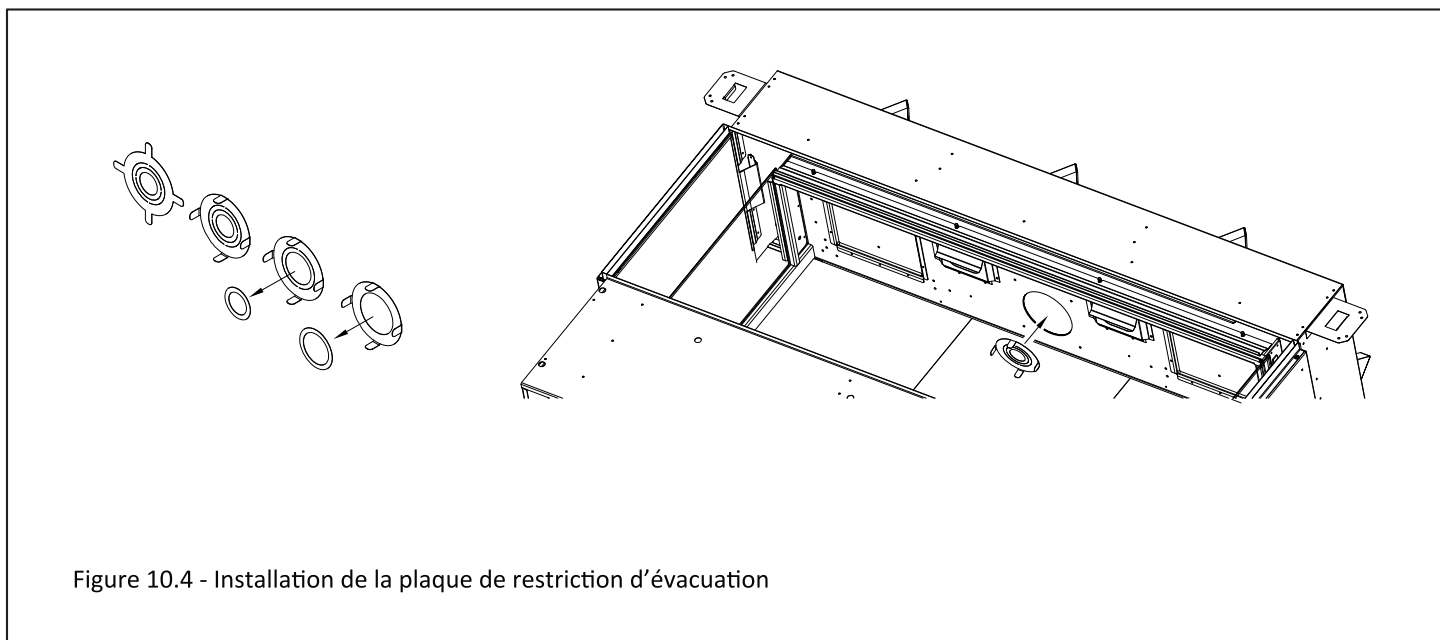

Figure 10.4 - Installation de la plaque de restriction d'évacuation
Les terminaisons verticales peuvent créer des flammes actives et compactes. Si ce n'est pas l'apparence souhaitée, la plaque de restriction peut devoir être installée ou modifiée après l'installation du conduit d'évacuation. L'accès à la sortie d'évacuation peut se faire par le déflecteur d'évacuation du foyer. Voir la Figure 10.4.
3. Insérez la plaque de restriction dans le conduit d'évacuation de 5 po (127 mm), en dirigeant les pattes vers le bas, tel que montré à la Figure 10.4.
4. Insérez la plaque de restriction dans le conduit d'évacuation de 5 po (127 mm), en dirigeant les pattes vers le bas, tel que montré à la Figure 10.4.